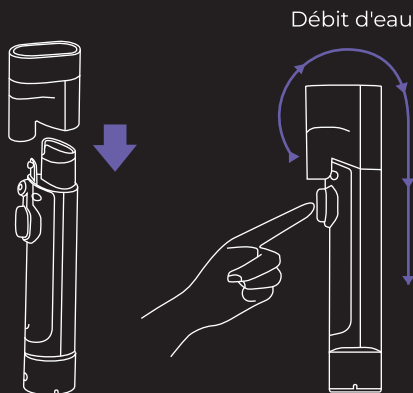

Fig. 19
1. Fixez l'embout de nettoyage du tuyau à sa poignée et allumez l'appareil. Appuyez sur le bouton de pulvérisation d'eau et maintenez -le enfoncé pour pulvériser de l'eau et nettoyer le tuyau (Fig. 19).